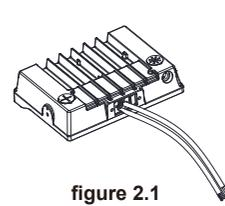

figure 2.1
Étape 1: sortir le luminaire de la boîte; (figure 2.1)